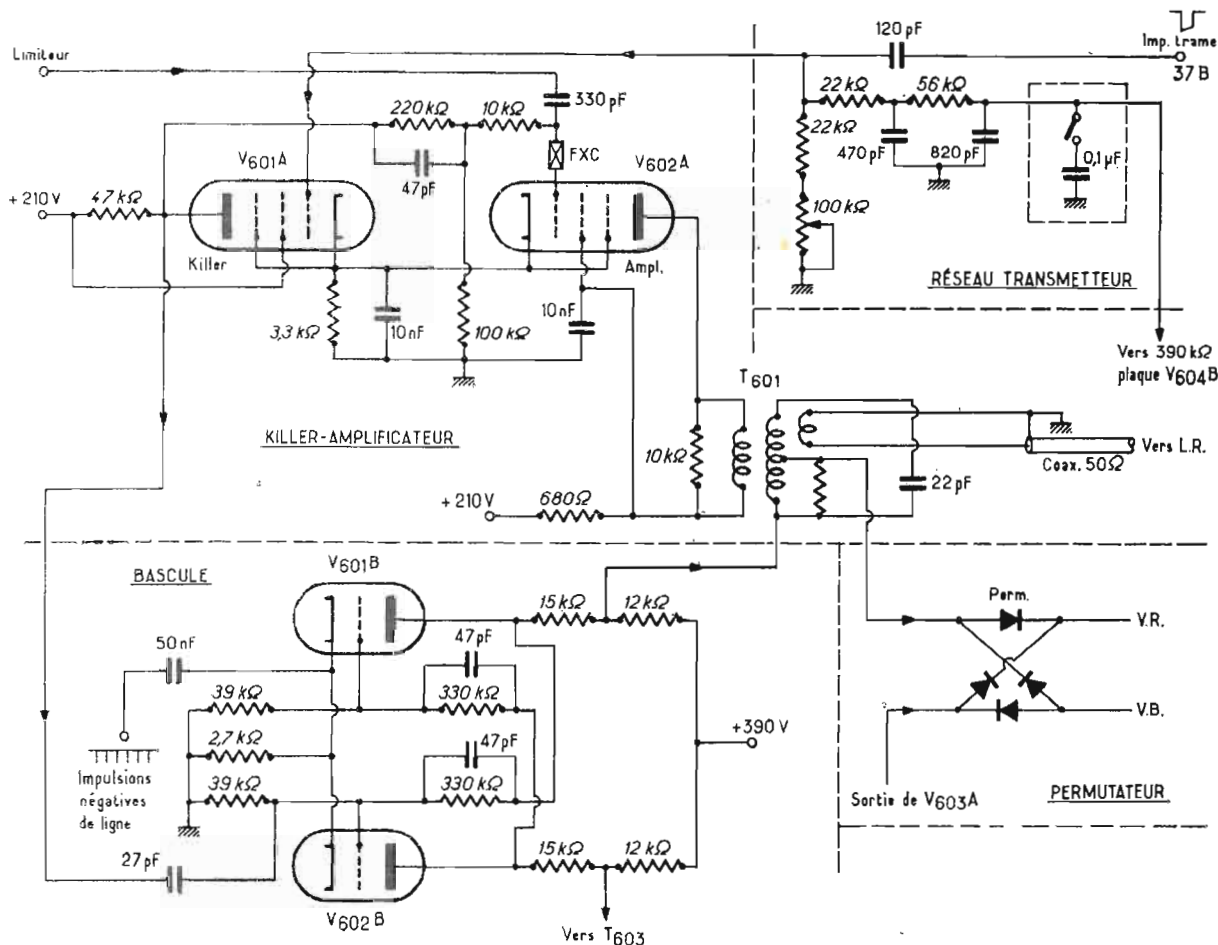

Fig. 1
- Ces circuits sont représentés ensemble sur le schéma de la figure 1. Des pointillés séparent ces 4 circuits.